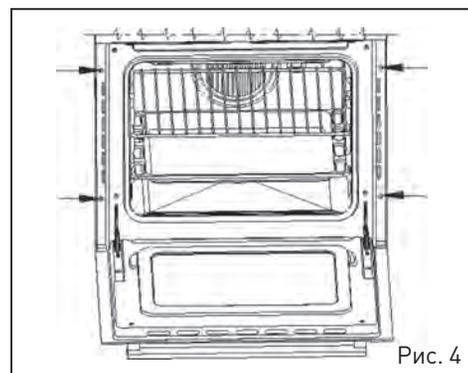

Рис. 4
2. Затем вставьте переднюю часть навесного элемента в ближнее отверстие, прижмите и потяните ее вниз (Рис.4).
Вставьте духовой шкаф в нишу и проверьте направляющие зазоры справа и слева – они должны быть равными. Для крепления духовки к стенкам кухонного шкафа откройте дверцу духовки, прикрепите духовой шкаф 4 винтами в 4 отверстиях, расположенных по периметру рамы (Рис.4).